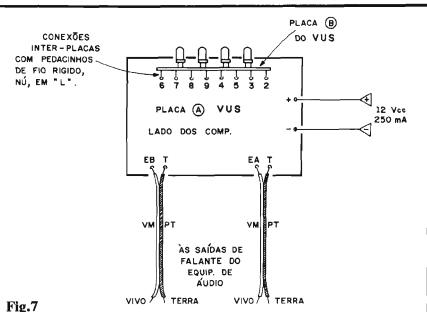

Fig.7
- **FIG. 7 - CONEXÕES EXTERNAS E INTER-PLACAS** - No ângulo da figura, vemos a placa principal (A), pela qual se faz o acesso à placa de controle. Esta placa não cobrada, enfatizando-se suas conexões externas, que são poucas: alimentação (polarização, atenção...) e as duas Entradas de sinal (também polarizadas, com a codificação apoiada nas cores dos fios - vermelho/preto...). Também é visível, na ilustração, a inter-conexão com a placa do **display** (B), que fica disposta em ângulo reto com a placa "mãe", ligada a ela elétrica e mecanicamente por 8 pedacinhos de fio rígido e nú, dobrados em "L", com suas extremi-